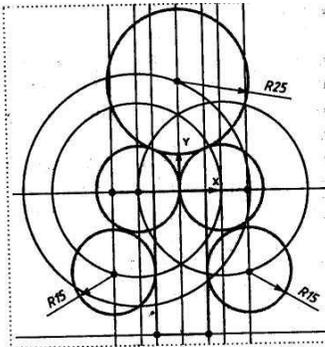

Рис. 55
8. По команде Окружность, касательная к двум кривым  на панели инструментов строим окружности  $R15$  и  $R25$  (см.рис.55). По табл. 1 вид сопряжений— п.9.